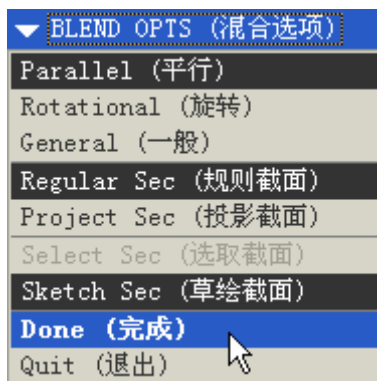

图 5-2
- (1) 单击菜单【插入】 【混合】 【伸出项】选项。
- (2) 在【混合选项】菜单中依次单击【平行】、【规则截面】、【草绘截面】、【完成】选项，如图 5-2 所示。
- (3) 在【属性】菜单中依次单击【光滑】、【完成】选项。